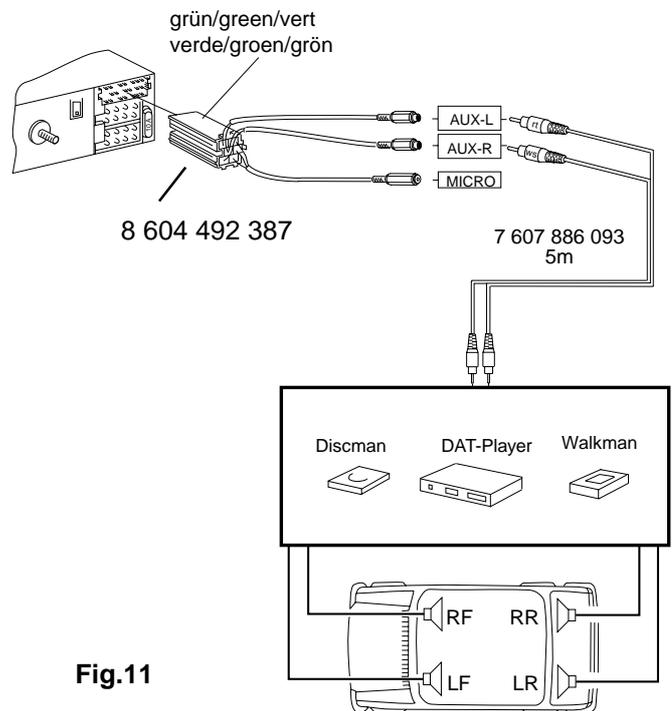

Fig.11
- Anschluß an externe Audioquellen AUX L/R (CINCH) = 1 V Fig. 11